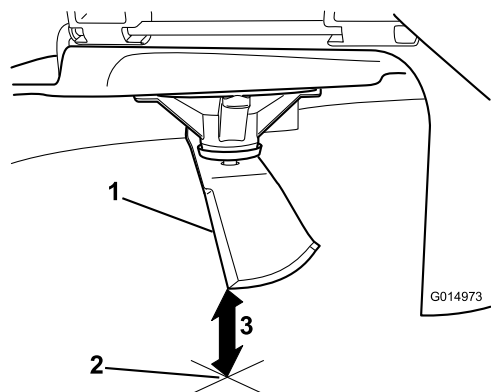

Figure 113
5. Mesurez la distance entre la pointe de la lame et la surface plane (Figure 113).